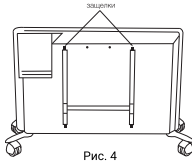

Рис. 4
- освободить настенный кронштейн от конвектора, необходимо следующим образом: нажмите на защелки и потяните кронштейн на себя нажав вниз на две защелки (рис. 4). Во время монтажа желательно использовать защитные перчатки;
Перед обслуживанием (уходом) необходимо выключить конвектор из электросети и убедиться, что он остыл. Корпус прибора следует время от времени протирать мягкой тряпкой или влажной губкой. Ни в коем случае не используйте абразивные, пемоющие средства и растворители. Произвести чистку пространства позади установленного на стене обогревателя довольно несложно. Нажмите вниз две защелки (рис. 4) на задней стенке обогревателя и потяните сам обогреватель вперед. После того, как он будет снят, можно будет вымыть стенку, на которой он был установлен. После завершения уборки установите обогреватель в его нормальное рабочее положение.